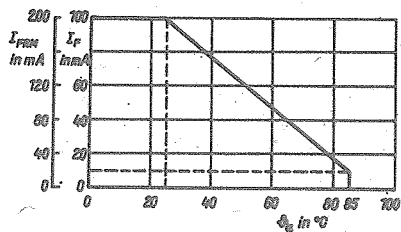

Bild 4: Abhängigkeit des max. zulässigen Durchlaßgleichstromes und des max. zulässigen periodischen Spitzendurchlaßstromes von der Umgebungstemperatur
- 2)  $I_F$  bei  $\vartheta_a > 25$  °C siehe Bild 4
- 3)  $I_{FRM}$  bei  $\vartheta_a > 25$  °C siehe Bild 4